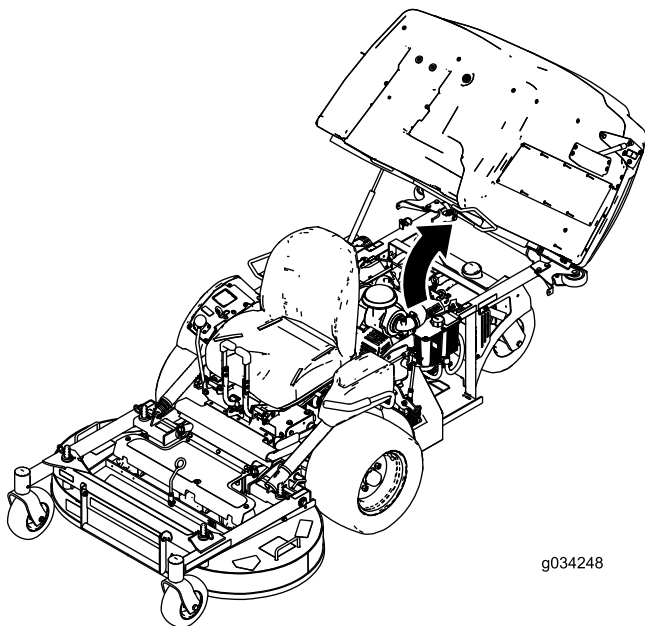

Figura 29
1. Eleve la tolva (Figura 29).